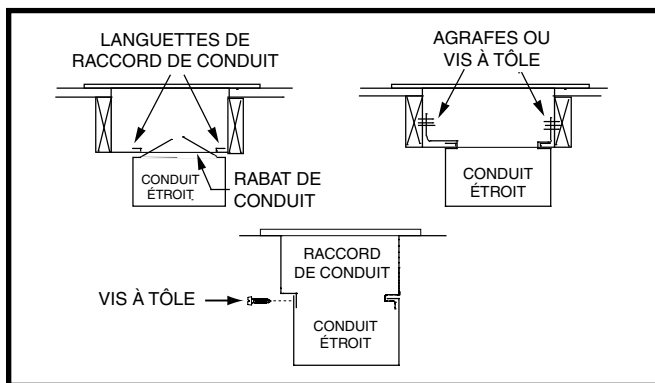

Figure 8. Conduits étroits
4. Pliez les languettes inférieures du raccord de conduit vers le haut et serrez-les le plus possible contre le conduit d'alimentation en air. Voyez la Figure 8 (page 8).